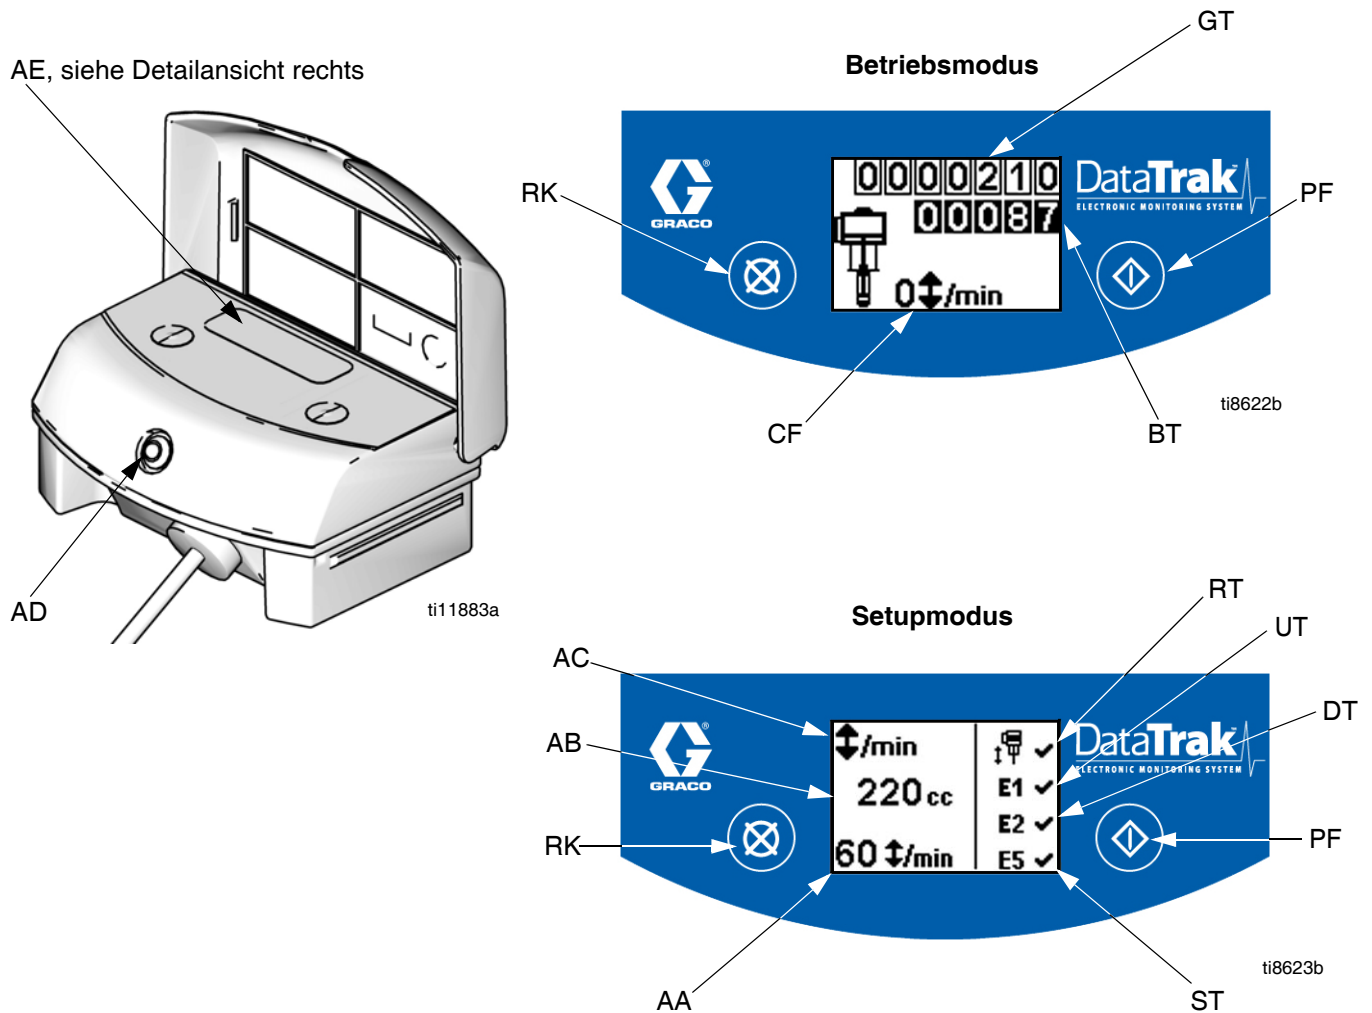

ABB. 8. Steuerelemente und Anzeigen von DataTrak
Legende für ABB. 8
1. Siehe ABB. 8. Gedrückt halten  Für 5 Sekunden, bis das Setup Menü erscheint.
Wenn die Fehleroptionen für Durchlauf, E1, E2 und E5 aktiviert sind, wird auf dem Setupbildschirm ein  angezeigt. Siehe ABB. 8.
1. Siehe ABB. 8. Läuft die Pumpe trocken, wird die Trockenlauf-Magnetspule aktiviert und die Pumpe gestoppt. Die LED (AD) blinkt, und auf der Anzeige (AE) wird der Trockenlaufzustand angezeigt (siehe Tabelle 1). Die Anzeige durchläuft sechs Anweisungsbildschirme.
2. Durchgangsbildschirme 1 und 2: Um das Trockenlaufschutzventil zurückzusetzen, schließen Sie den Hauptlufthahn (E). Warten, bis die Luft ganz aus dem Druckluftmotor abgeleitet ist.
3. Durchgangsbildschirme 3 und 4: Nachdem die gesamte Luft entwichen ist, die Magnetventil-Freigabetaste (J) drücken, um das Luftventil zurückzusetzen. Wenn das Luftventil wieder mit Druck beaufschlagt wird, kommt die Taste von selbst wieder heraus.
5. Den Hauptlufthahn (E) öffnen, um die Pumpe erneut zu starten.
Um die Trockenlaufüberwachung zu deaktivieren, in den Einstellmodus wechseln, und Durchlaufwert auf 0 (Null) festlegen oder (RT) ausschalten  (siehe ABB. 8).
1. Siehe ABB. 8. Zum Aufrufen des Ansaug-/Spül-Modus eine beliebige Taste betätigen, um die Anzeige zu aktivieren. Dann betätigen . Auf dem Bildschirm wird das Ansaug-/Spülsymbol angezeigt, und die LED
2. Während sich das Gerät im Ansaug-/Spül-Modus befindet, ist der Trockenlaufschutz deaktiviert und der Teilmengenzähler (BT) zählt nicht. Der Gesamtsummierer (GT) zählt weiter.
Siehe ABB. 8. Die letzte Ziffer des Teilmengenzählers (BT) stellt ein Zehntel der gewählten Einheit dar (Liter bzw. Gallonen). Um den Zähler zurückzusetzen, eine beliebige Taste betätigen, um die Anzeige zu aktivieren, dann betätigen und gedrückt halten  Für 3 Sekunden.
Siehe ABB. 8. Die Anzeige (AE) wird im Betriebsmodus nach 1 Minute bzw. im Setupmodus nach 3 Minuten Inaktivität automatisch abgeschaltet. Das Display kann durch Drücken einer beliebigen Taste wieder aktiviert werden.
DataTrak ist in der Lage, verschiedene Probleme der Pumpe zu diagnostizieren. Erkennt der Monitor ein Problem, blinkt die LED (AD, ABB. 8) und auf der Anzeige erscheint ein Diagnosecode. Siehe Tabelle 1.